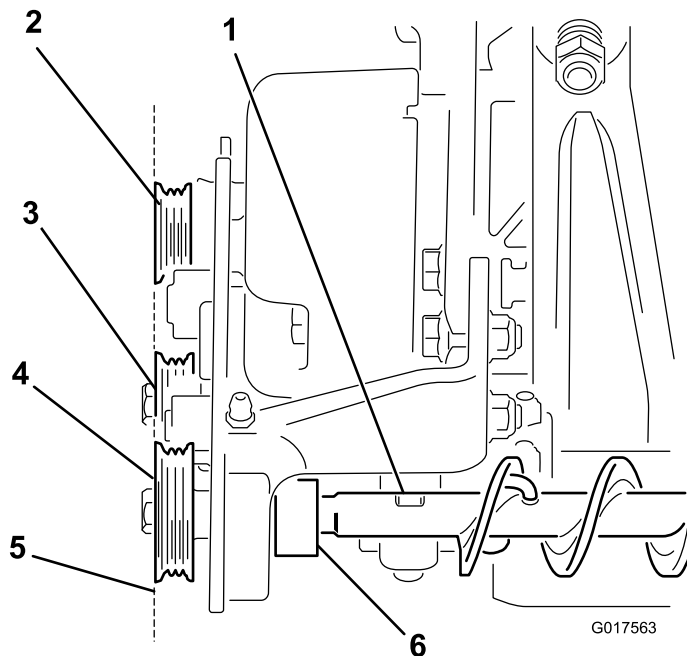

図 7
- A. ローラブラシを左右のサポートの間で前後に移動させて、受動プーリをアイドルと駆動プーリに整列させる。(図 7).